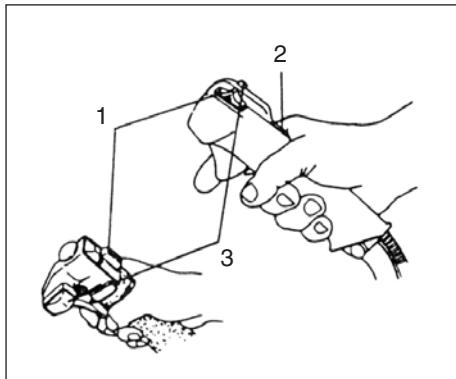

Fig.2-2
Anlassen (Fig. 2-2, 2B)**ACHTUNG!**
(Fig. 2-2, 2B)
2. Bei gedrücktem Sicherheitshebel (2) den Gashebel anziehen und dann den Sperrknopf (3) (Falls vorhanden) drücken. Danach langsam zuerst den Gashebel, dann den Sicherheitshebel loslassen. Dadurch wird die Drosselklappe in Startposition eingestellt.(Halbgas)(Fig. 2-2, 2B)